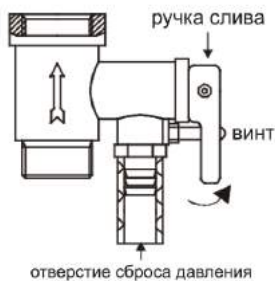

Рисунок 5
4. На входной патрубок, обозначенный голубым цветом и стрелкой направления течения воды, накрутите предохранительный клапан так, чтобы течение воды совпадало с направлением стрелки на корпусе клапана. На отверстие сброса давления предохранительного клапана (см. рисунок 5) оденьте дренажную трубку\* для отвода воды (возможно появление при нагревании) в канализацию (трубку необходимо направить строго вниз и запрещено перегибать её).
6. Если не предусмотрен сливной кран-тройник (см. «Подключение к водопроводной магистрали»), воду можно слить через комбинированный предохранительный клапан: открутить винт ручки слива предохранительного клапана и перевести ручку слива в верхнее положение, при этом кран выхода горячей воды должен быть открыт, а кран подачи холодной воды в водонагреватель должен быть перекрыт (см. рисунок 5). Из отверстия сброса давления предохранительного клапана потечет вода.